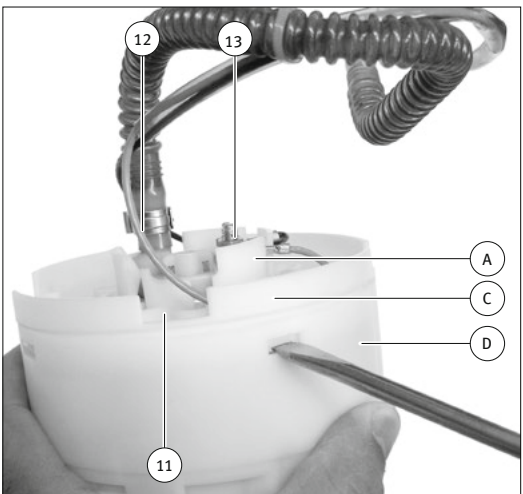
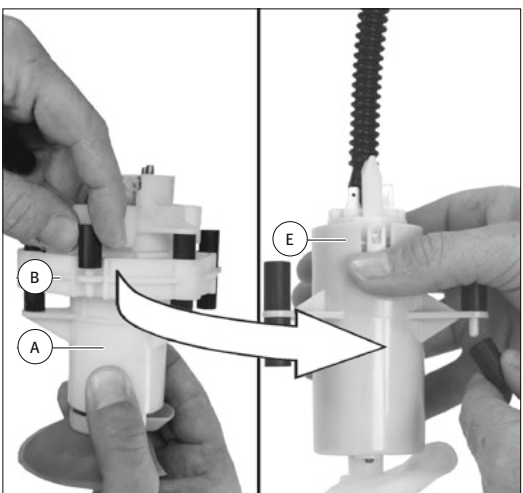

Abb. 4/Fig. 4/ Puc. 4/图4
Abb. 6/Fig. 6/ Puc. /图6
- 内部支架 (A)
- 中环 (B)
- 使用合适的平口螺丝刀小心地松开两件式外环 (C、D) 的锁紧件（参见图 4）。
- 取下外环的上部件 (C)。
- 从其榫头上拔出 6 个橡胶缓冲块 (14) 并妥善保管。
- 从外环 (C) 的下部件中取出燃油泵与内部支架 (A) 和中环 (B)。
- ⚡** 可废弃处理旧燃油泵与内部支架 (A) 和中环 (B)。
- 6 个橡胶缓冲块 (14) 插到支架 (E) 的榫头上（参见图 6）。